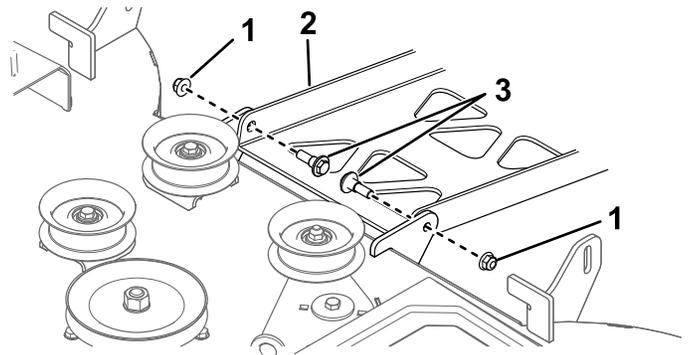

Figura 62
4. En la parte trasera de la carcasa de corte, retire los 2 pernos de cuello largo y las tuercas que sujetan la carcasa al soporte de giro (Figura 62).
9. Sujete la parte trasera de la carcasa al soporte de giro usando los pernos de cuello largo y las tuercas que retiró anteriormente (Figura 62).